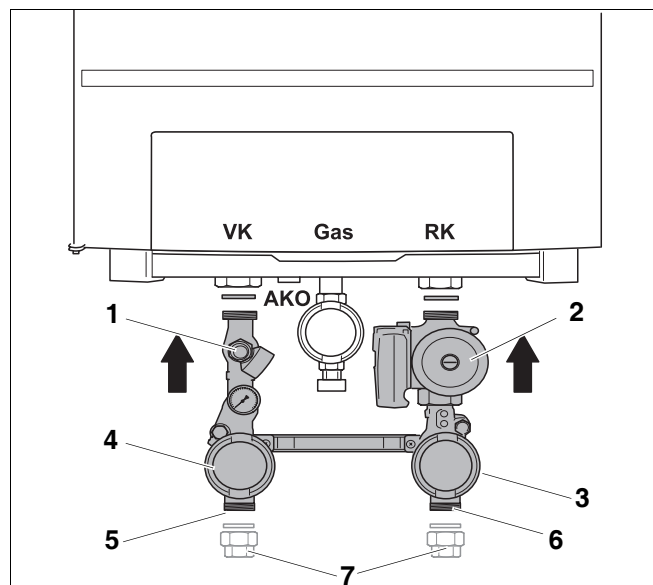

Fig. 9 Montering af vedligeholdelsesarmaturer
- Monter vedligeholdelsesarmaturerne, blåt og rødt (fig. 9, **pos. 3** og **pos. 4**), med hver en indsat flad gummipakning til tilslutningerne RK og VK (retur og fremløb kedel).
- Tilslut fremløbsledningen spændingsfrit til vedligeholdelsesarmaturet, rødt (fig. 9, **pos. 5**). Anvend eventuelt forskruring (tilbehør, fig. 9, **pos. 7**).
- Tilslut returledningen spændingsfrit til vedligeholdelsesarmaturet, blåt (fig. 9, **pos. 6**). Anvend eventuelt forskruring (tilbehør, fig. 9, **pos. 7**).
En 4 bar-sikkerhedsventil hører med til tilslutningsgruppen (fig. 9, **pos. 1**).